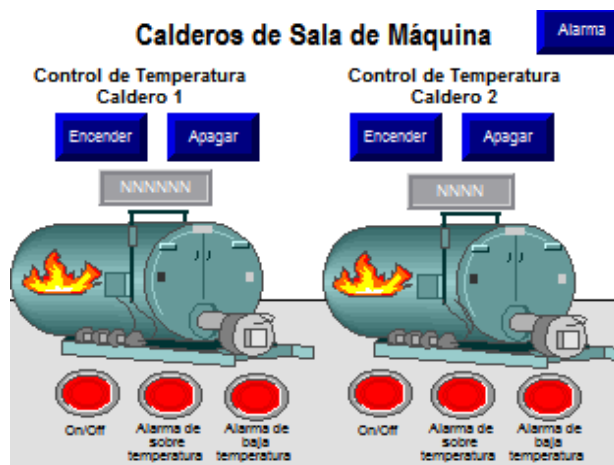

Figura 10: Display principal de la aplicación de alarmas para dos calderos
4. Crear un nuevo Display como se muestra en la Figura 10 para la aplicación de las alarmas de temperaturas altas y bajas de dos calderos de una Sala de Máquinas, el cual tiene independientemente de cada caldero un botón de encender, apagar, un display numérico para la visualización de temperatura actual, indicador del estado ON/OFF del mismo e indicadores de alta o baja temperatura.